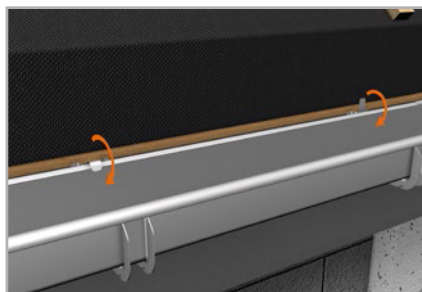

fig. 21
3.27 Îndoii marginile de montare ale cârligelor frontale **(fig. 21)**